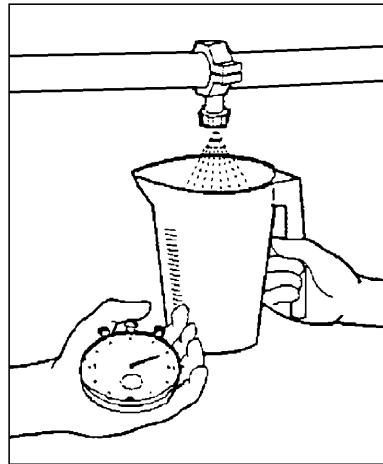

Fig. 1
- b. Rilevare la portata (Q – litri erogati in un minuto) di un ugello utilizzando un contenitore graduato (fig.1). Confrontare i valori rilevati con i corrispondenti riportati sulle tabelle fornite dal costruttore degli ugelli utilizzati.